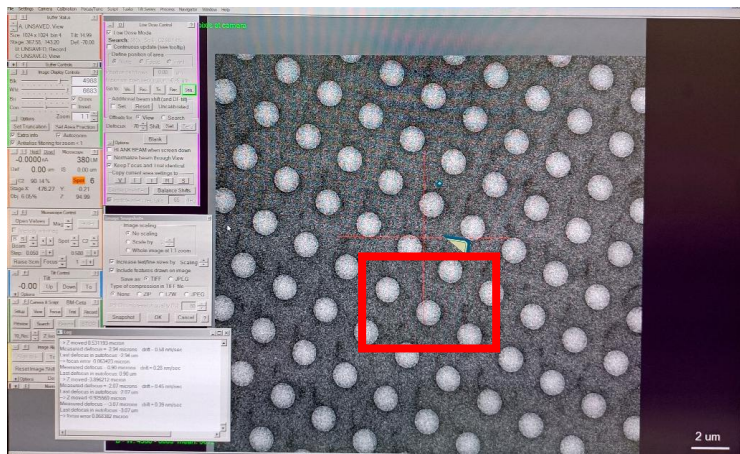

图 9
④Focus：鼠标右键将碳膜（四孔之间）移至参照点（标签位置）位置，点击 View 至图片铺满屏幕.见图 9。